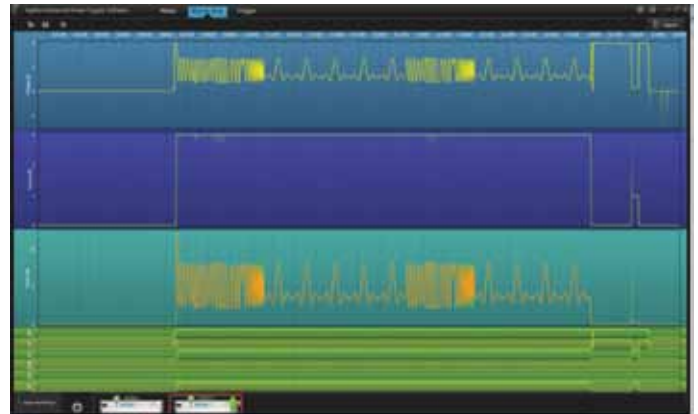

Рисунок 9. Пример демонстрации данных, полученных от «черного ящика» при помощи программного обеспечения Power Assistant N7906A
К записям «черного ящика» можно обратиться с помощью бесплатного программного обеспечения, поставляемого с APS (см. рисунок 9 на стр. 9). «Черный ящик» — это выбираемая и устанавливаемая пользователем опция, которая может работать со всеми источниками питания семейств APS N6900 и N7900. Вы можете купить N7908A BBR с источником питания или приобрести его позже и установить в имеющийся у вас в наличии источник питания APS. Плата BBR устанавливается в отсек, расположенный на основании APS источника питания. Подключение «черного ящика» показано на рис. 8.
- Считывание и анализ данных из опционального «черного ящика» (см. рисунок 9);